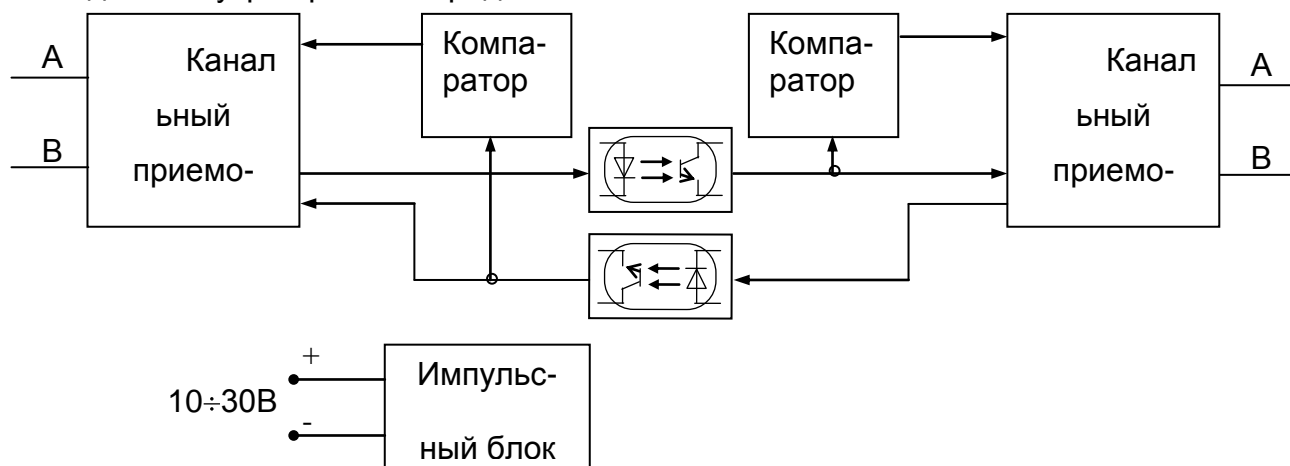

Рисунок 2 – Структурная схема ПИ.
1.2.1.1 В исходном состоянии оба канальных приемопередатчика (рисунок 2) находятся в состоянии приема сигнала от сети RS-485. В момент появления на входе одного из канальных приемопередатчиков стартового бита, компаратор осуществляет переключение второго канального приемопередатчика в режим передачи. После трансляции байта оба канальных приемопередатчика переходят в состояние приема. Гальваническая развязка каналов осуществляется с помощью оптронов, которые находятся внутри приемопередатчиков.